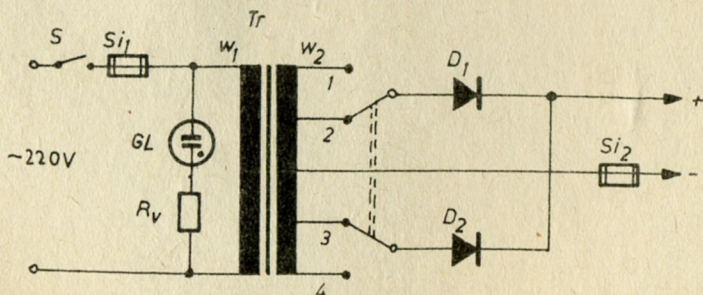

Bild 13 Batterieladegerät - gezeichnete Schalterstellung für 6 V Batterie
Durch ein einfaches selbstgebautes Batterieladegerät gemäß Bild 13 wird der Kraftfahrzeugbesitzer in die Lage versetzt, eine kontinuierliche Batteriepflege zu betreiben. Zum Selbstbau des Ladegerätes benötigt man einen Netztrafo M 102 b und zwei 10 A-Leistungsgleichrichter aus dem Bastelbeutel (V). In der Schaltung Bild 13 sind außerdem noch Netzschalter, Netzkontrolllampe und Sicherungen vorgesehen. Die Gleichrichteranlage des Ladegerätes ist eine Zweiwegschaltung. Die Sekundärspule des Trafos besitzt deshalb eine Mittelanzapfung. Die äußeren Anzapfungen der Sekundärspule erlauben eine wahlweise Umschaltung für 6 V- und 12 V Batterien. Die Wicklungen wurden jeweils so bemessen, daß ein ladestrombegrenzender Vorwiderstand entfallen kann.